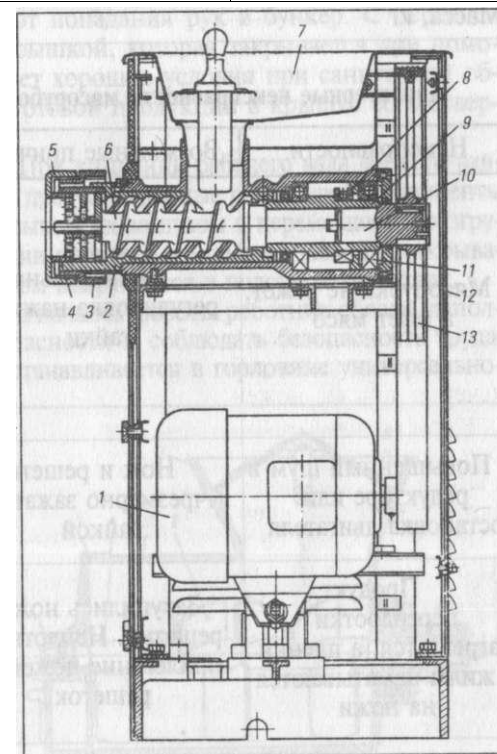

Рис. 4-2. Мясорубка МИМ-105.
**Мясорубка МИМ-105** (рис. 4-2) аналогична конструкции мясорубки МИМ-82, но имеет некоторые отличия. Она устанавливается на полу и имеет значительно большую производительность. Редуктор соединяется с электродвигателем клиноременной передачей. Рабочие органы: ножи и решетки МИМ-105 аналогичны рабочим органам МИМ-82, только диаметр рабочей камеры на 23 мм больше, а шнек, ножи и решетки выталкиваются из корпуса вилкой, приводимой в движение **РУКОЯТКОЙ**.